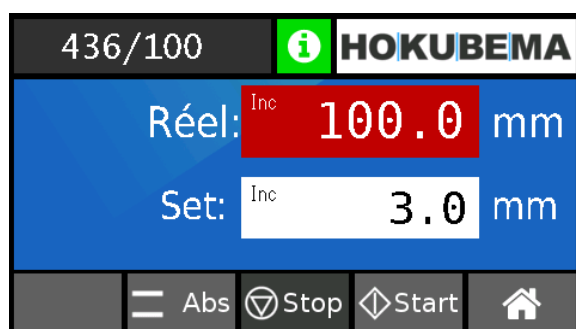

Figure 30 : saisie d'une dimension en chaîne
- Sélectionner le champ « **Set** » et saisir la mesure incrémentale, par ex. **3,00** mm (⇒ Figure 30).
- Le champ « **Réel** » reste sur un fond rouge jusqu'à ce que la valeur cible soit atteinte « **Set** » (⇒ Figure 30).